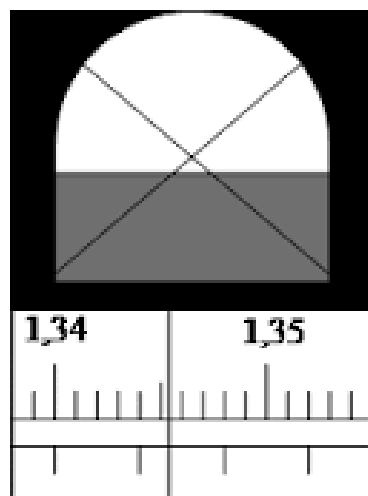

Рис. 1. Схема поля зору в рефрактометрі
5.4. Обертати маховик компенсатора дисперсії 10 до зникнення забарвленості граничної лінії (рис. 1).